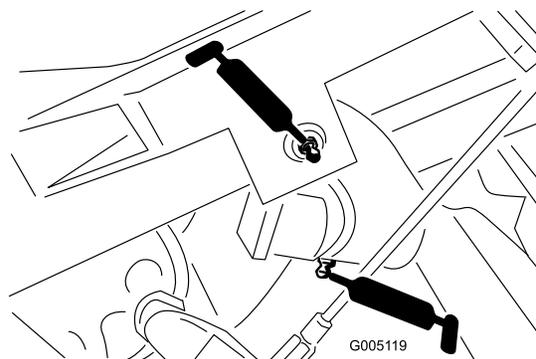

図 37
- ・ 昇降アームのピボット (3か所) とピボットヒンジ (3か所) (図 37)